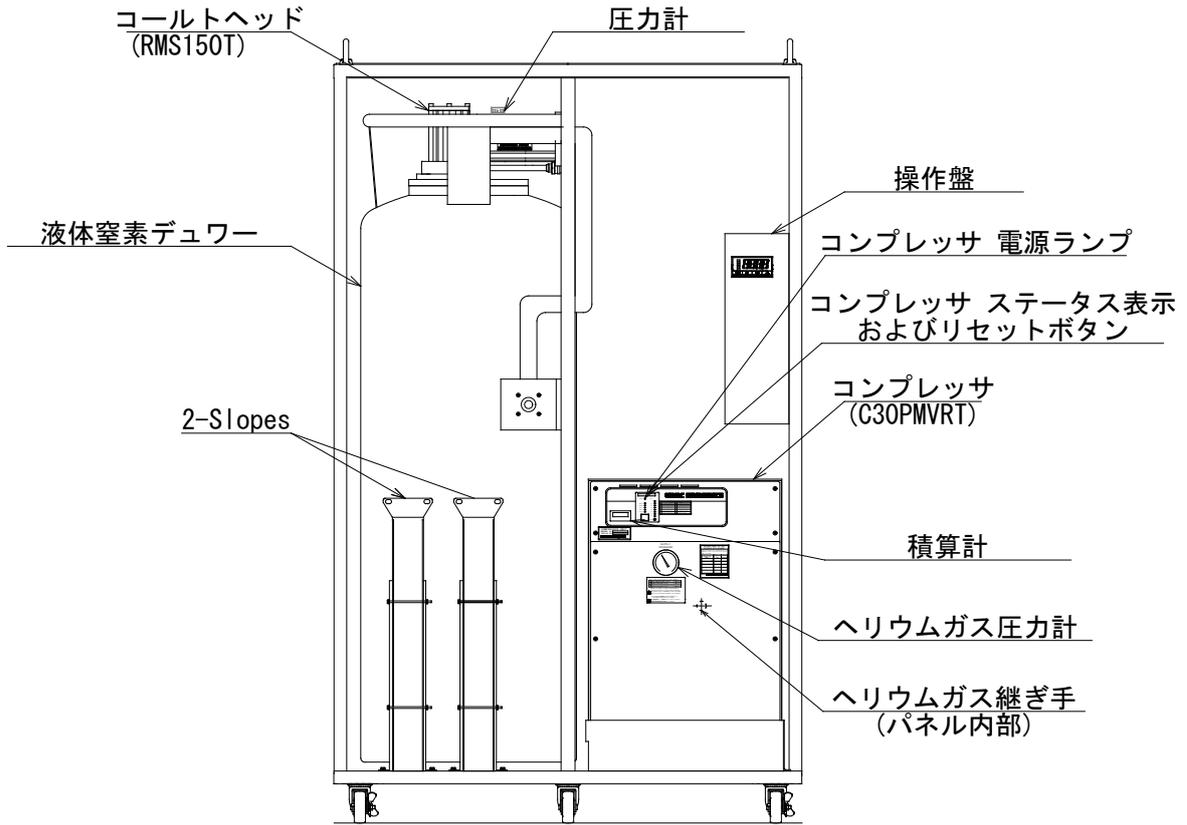

図 4-2 UMP-40W 前面扉の内側
4.2 UMP-40W 前面扉および下部パネルの内部 (図 4-2)